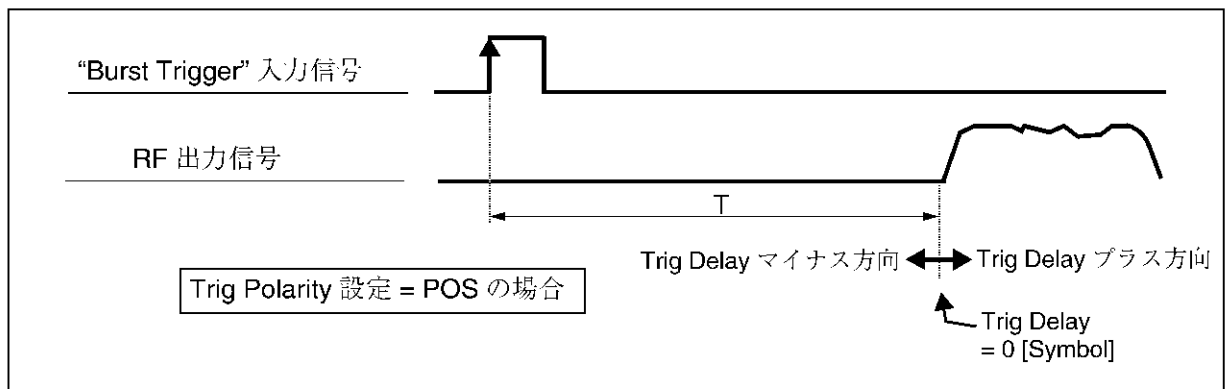

図 3-8 Burst Trigger 入力信号－RF 信号出力のタイミング
**Trigger Delay** R3560 の Burst Trigger in 端子の入力信号からのディレイをシンボル単位で設定します。Burst Trigger in 端子に有効な信号を捕らえると、システム・モードおよびレート設定により規定された時間：T (表 3-1、図 3-8 を参照) を基点にし、 $\pm 10$  シンボルの範囲 (分解能 0.1 シンボル) でディレイが可変可能です。